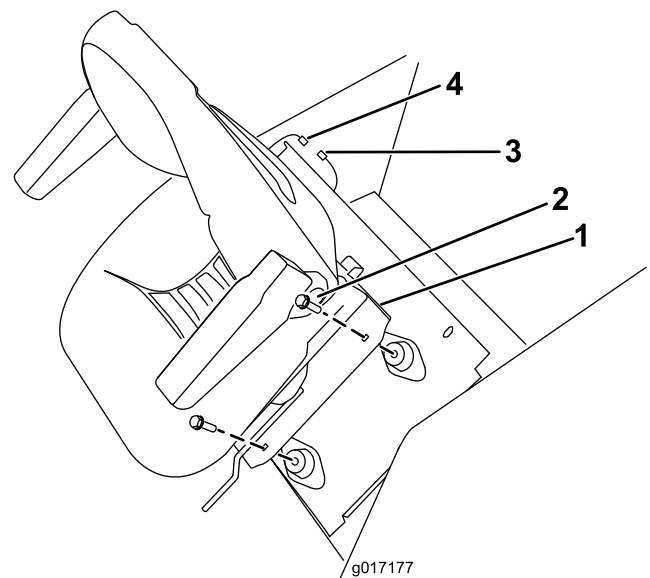

Figure 7
6. Fixez la base du siège aux supports et au panneau de siège avec les fixations retirées précédemment (Figure 7).
7. Reliez le faisceau au connecteur du câble de siège (Figure 7).